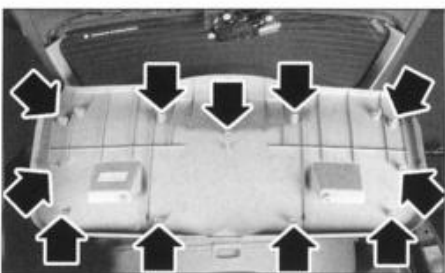

FIG. 72
- el guarnecido de portón (fig. 72) (11 clips).